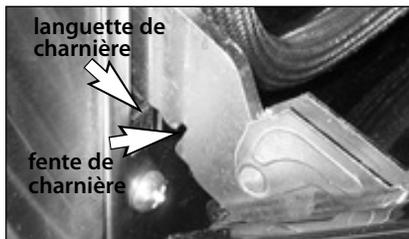

Fig. 20
2. Placez tout simplement la languette de la charnière dans les fentes de la charnière (voir Fig. 20).